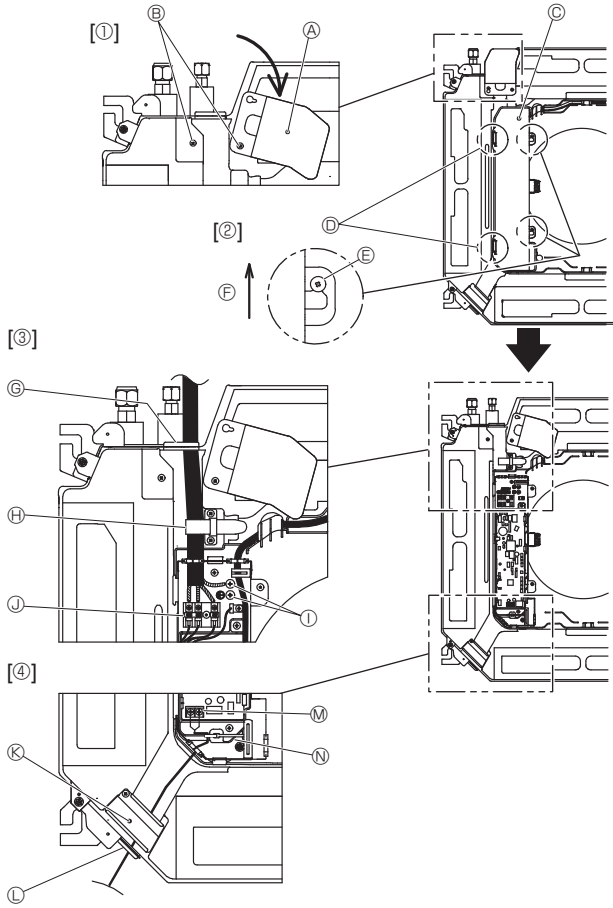
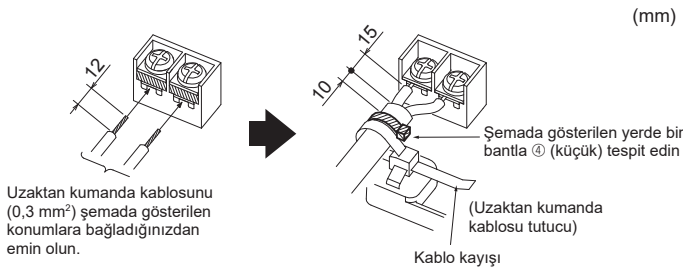
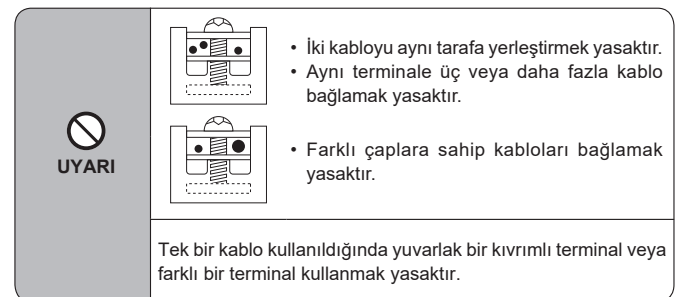

Fig. 6-1
Fig. 6-3
Fig. 6-6
6.1. İç ünite (Fig. 6-1)
- Elektrik kablosu servis panelini sabitleyen iki vidayı sökün ve ardından elektrik kablosu servis panelini çevirin. [Fig. 6-1 ①]
- Elektrikli kutusu kapağını sabitleyen iki vidayı sökün ve ardından elektrik kutusu kapağını kaydırarak çıkarın. [Fig. 6-1 ②]
- Kabloyu, iç/dış ünite bağlantı kablosunu ve topraklama telini şemada verilen kablo girişlerinden geçirin. [Fig. 6-1 ③]
Kıvrımlı yuvarlak terminaleri kullanamıyorsanız Fig. 6-3 ile Fig. 6-6 arasındaki şekillere bakın.
- Uzaktan kumanda kablosunu şekilde gösterilen kablo girişlerinden geçirin ve bağlayın. [Fig. 6-1 ④, Fig. 6-3]